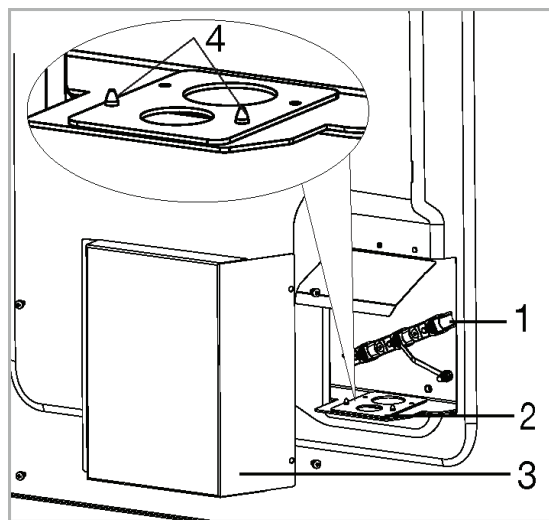

Figura 4
Afloje los tornillos en la cubierta de acceso posterior y retire la cubierta del bloque de terminales, consulte la Figura 4.
1.Retire la cubierta del bloque de terminales (en la parte posterior del horno) retirando los tornillos como se muestra en la Figura 4.
2.Retire el cable de alimentación/placa del conducto (parte No. 2) que se muestra en la Figura 4, quitando los dos tornillos que lo aseguran al soporte de la estufa. (Guarde los tornillos para un posible uso futuro.)
1.Retire la cubierta del bloque de terminales (en la parte posterior del horno) al retirar los tornillos como se muestra en la Figura 4. No deseche los tornillos.